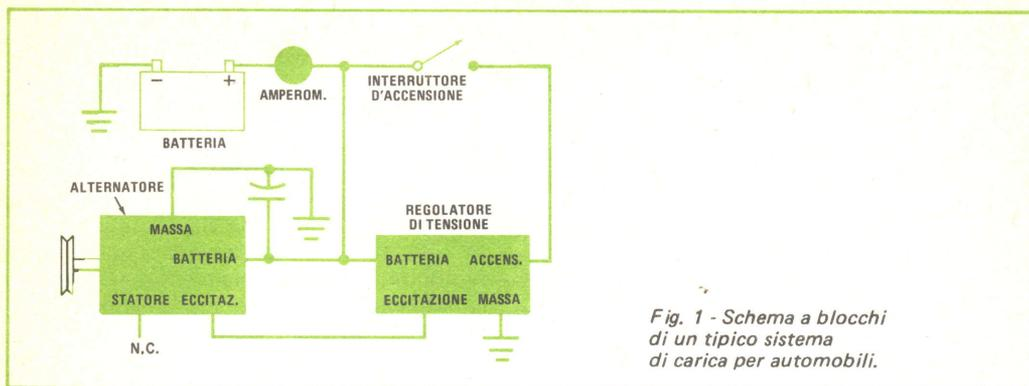

Fig. 1 - Schema a blocchi di un tipico sistema di carica per automobili.
**Il circuito** - Nella *fig. 1* è rappresentato un tipico sistema di carica per auto. L'alternatore differisce da un generatore a c.c. per il fatto che il campo magnetico viene ottenuto dalla corrente continua che scorre nell'avvolgimento del rotore. Tale corrente (detta di eccitazione), generalmente di circa 3 A, viene fornita attraverso il regolatore di tensione. Gli avvolgimenti dello statore dell'alter-